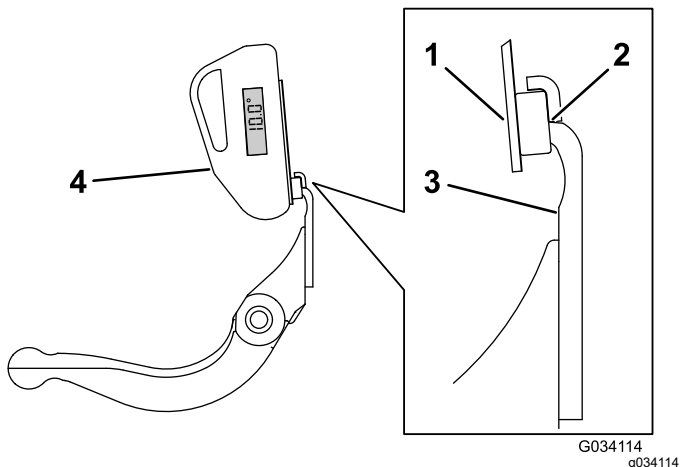

Figure 25
3. Placez le support de l'indicateur d'angle sur le bord de la contre-lame de sorte à adapter le bord de l'aimant au bord de la contre-lame (Figure 25).
4. Placez l'indicateur d'angle sur le support comme montré à la Figure 25.